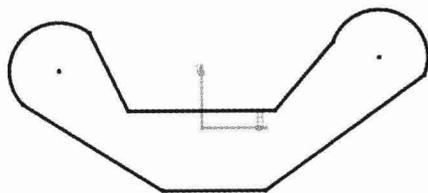

图 3.2 草图轮廓
Step2. 选取 xy 平面作为草绘平面,绘制图 3.2 所示的轮廓。